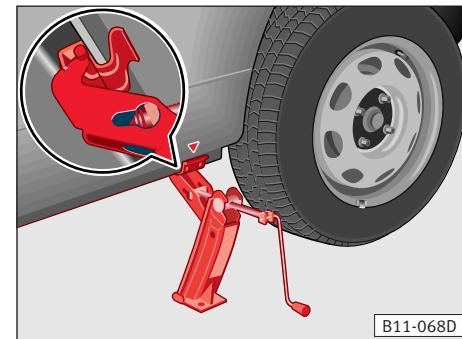

Fig. 139
La fig. 139 muestra el gato colocado en la parte trasera izquierda.
- La garra del gato deberá abarcar el nervio vertical del larguero inferior, para que no pueda resbalar el gato al levantar el vehículo ⇒ fig. 139.